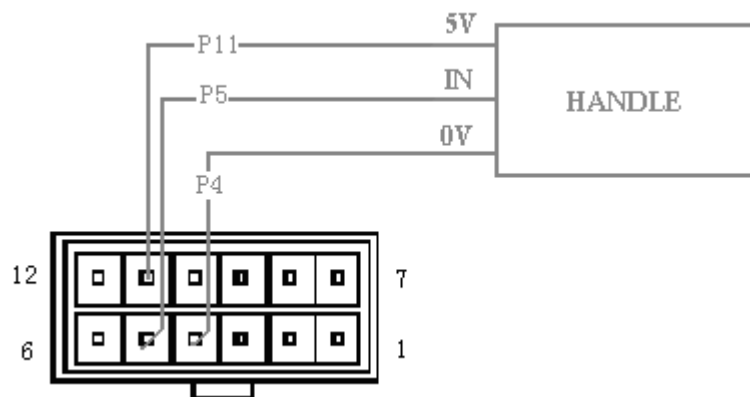

图 8
- 3、霍尔手柄与控制器（请选用霍尔手柄）的接线（见图 8）。
使用速度调节霍尔手柄按照图 8 所示，在 P11，P4，P5 端子之间连接上霍尔手柄